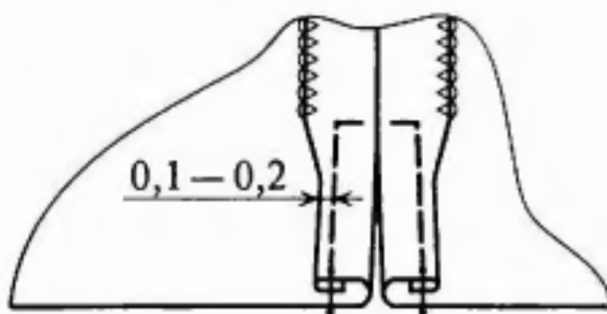

Рисунок 3
13. Срезы припуска в шве рукава подгибают и настрачивают, отступив от подогнутого края 0,1-0,2 см (рис. 3).
19. Разрезы в боковых швах блузки обрабатывают так же, как и разрезы в шве рукава (рис.3).